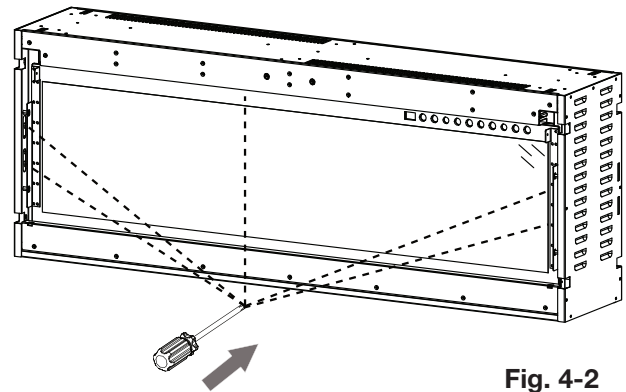

Fig. 4-2
- Sécurisez à l'aide des 5 vis (fournies) (**Fig. 4-2**).